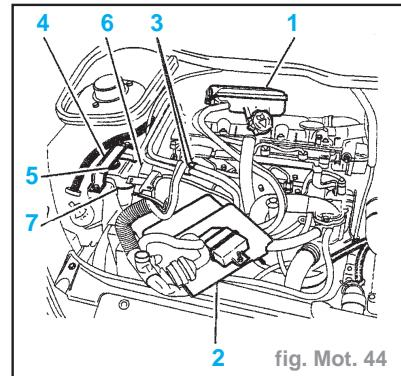
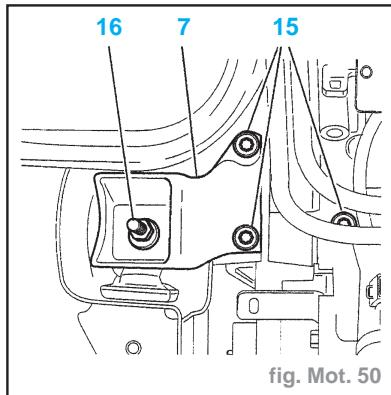

fig. Mot. 44
fig. Mot. 50
- la boîte de dégazage (1) (fig. Mot. 44)
- le calculateur (2) et son support
- Déclipper et écarter les tuyaux carburant (3).
- le support moteur (7) (fig. Mot. 50)
- les 3 vis (15) : serrage à **4,5 daN.m**
- l'écrou (16) : serrage à **4,5 daN.m**
- les éléments (6) du carter de distribution (fig. Mot. 44)
- la butée (5) : serrage à **3,2 daN.m**
- le pontet (4) : serrage à **2,15 daN.m**